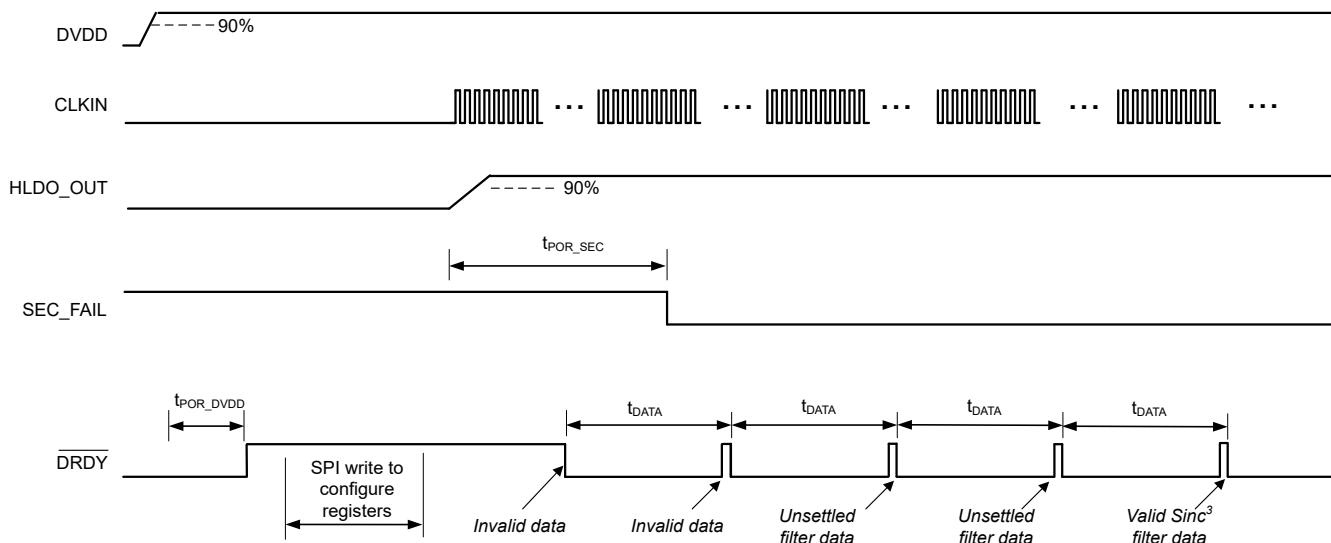
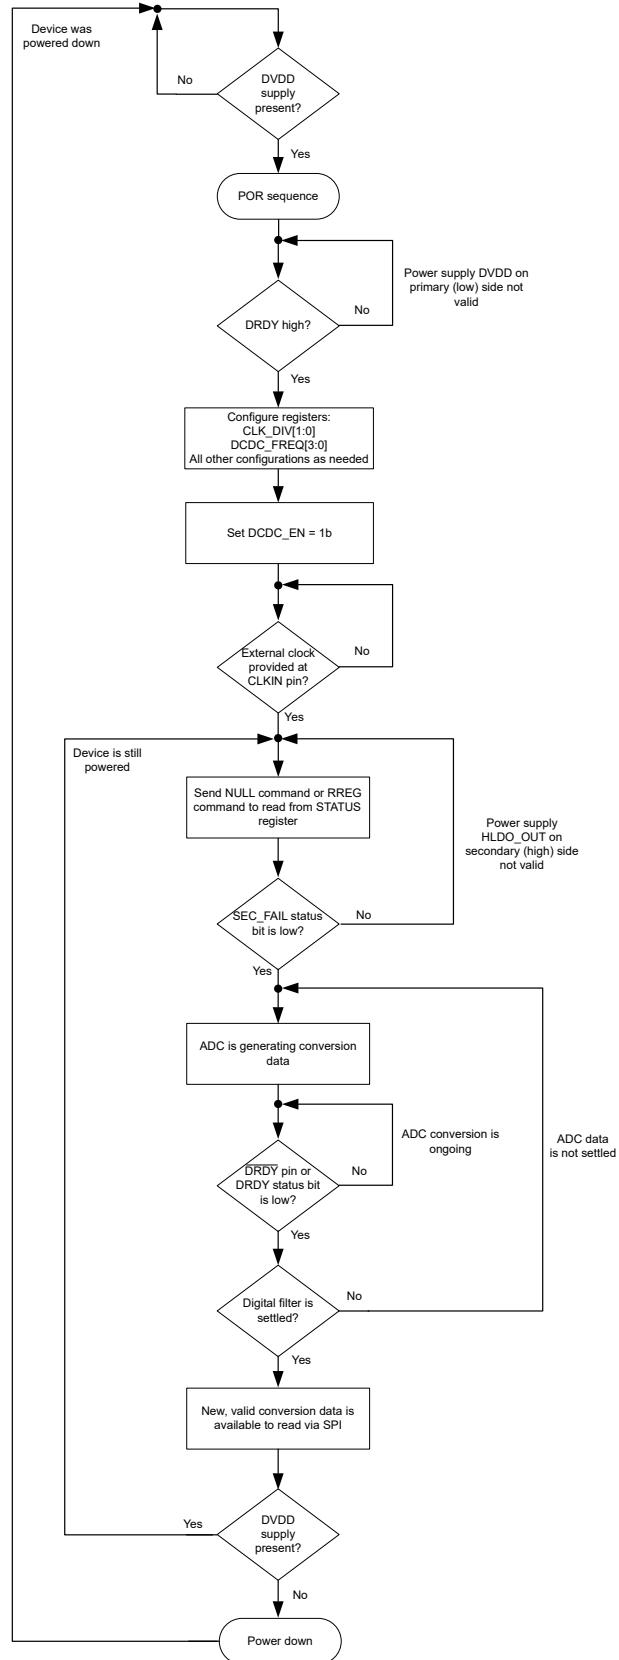

图 8-18. 上电启动行为和稳定时间，OSR = 1024
图 8-19. 上电启动过程的流程图
本节介绍了 AMC131M03 上电的推荐步骤。图 8-18 所示为使用此建议序列时器件行为的时序图。图 8-19 以图形方式提供了建议序列的流程图。
- \overline{DRDY} 从高电平转换到低电平表示新的转换数据可用。如图 8-18 所示，只有 SEC_FAIL 在转换期间读取为 0b 时，ADC 数据才有效。图 8-18 中显示的前两个转换结果表示无效数据。
- 当 ADC 生成有效数据时，数字滤波器必须稳定，如 *SINC³* 和 *SINC³ + SINC¹* 滤波器 部分所述。图 8-18 中展示的两个后续转换结果是未稳定的结果（假设 OSR 等于 1024），而显示的最后一个转换结果提供了有效的稳定数据。
在图 8-18 中， t_{POR_SEC} 是从启用直流/直流转换器到 SEC_FAIL 位的第一个下降沿的时间，其中后者表示 HLDO_OUT 引脚上的次级电源已稳定。 t_{POR_DVDD} 是从 DVDD 电源 90% 到 \overline{DRDY} 第一个上升沿的时间。